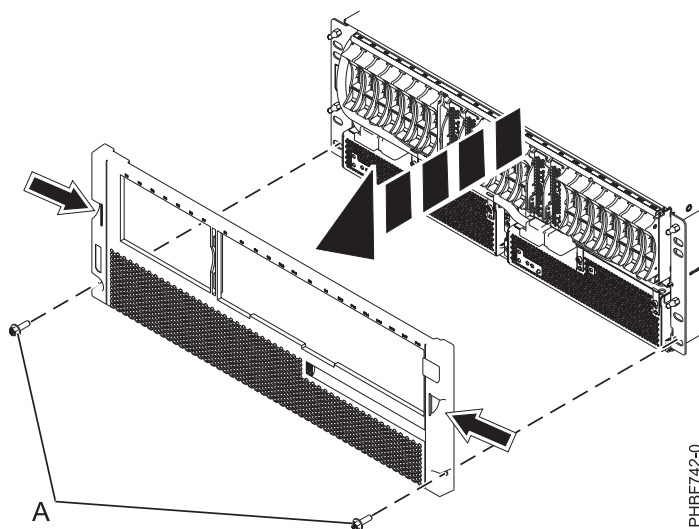

Figure 66. Retrait du support des informations de maintenance et du panneau frontal.
- a. Retirez les deux vis de fixations M5 (A) comme indiqué sur la figure 66, à la page 68.